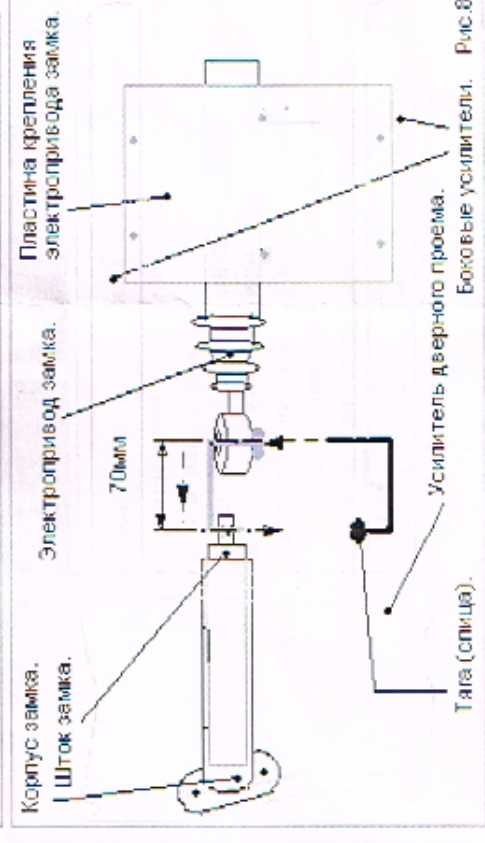

Рис. 8
6. Начнем сборку с задней боковой двери. Возьмите тату (сплиц) и изолируйте ее как показано на рис. 8.
7. Возьмите пластину 75x350 мм, крепления электропривода замка и приложите ее между боковых усилителей, см. рис. 8. Затем выставите прямолинейно электропривод относительно замка и отметьте места крепления электропривода на пластине, просверлите отверстия и закрепите электропривод к пластине шурупами 4x21 мм, см. рис. 8.